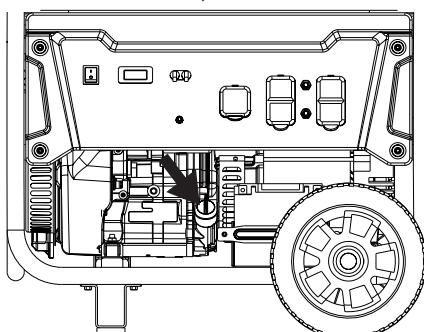

Figure 20 - Le bouchon de remplissage d'huile
5. Retirer le bouchon de remplissage d'huile. (voir la Figure 20 ci-dessous).